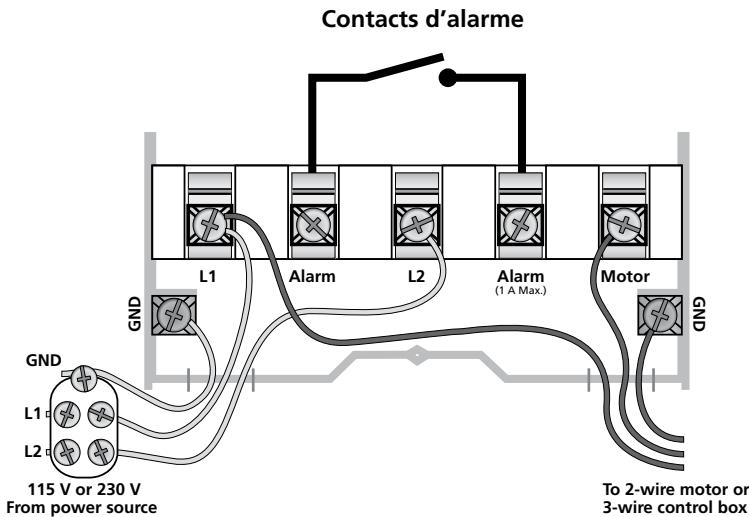

Figure 3 : Connexions du câblage
6. Connectez les fils au Pumptec comme illustré à la figure 3. L'alimentation est branchée de la même manière, peu importe le voltage de la ligne.